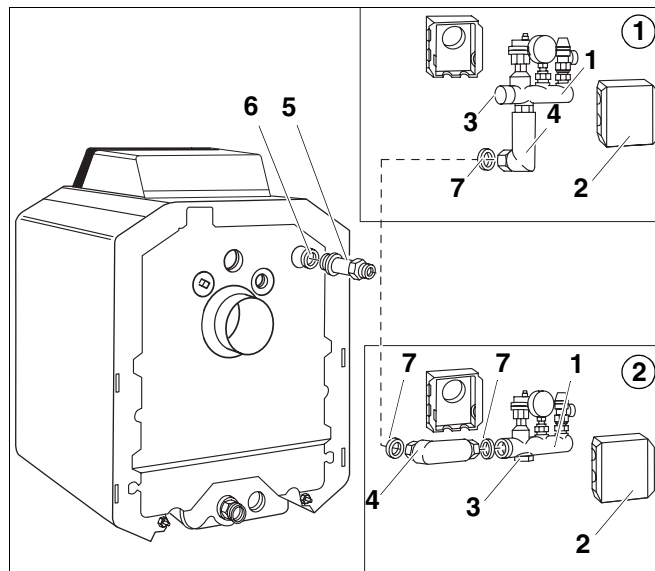

Abb. 1 Kessel-Sicherheits-Set am Heizkessel G125
1. Nach oben, seitlich vom Heizkessel (Anbaubeispiel ①; Abb. 1).
2. Seitlich vom Heizkessel (Anbaubeispiel ②; Abb. 1).
3. Nach oben, hinter dem Heizkessel (wie Anbaubeispiel 1, jedoch Armaturenbalcken (Abb. 1, **Pos. 1**) um 180° gedreht; ohne Abb.).
- Doppelnippel G1 x G1 (Abb. 1, **Pos. 5**) mit eingelegetem O-Ring in den Sicherheitsvorlauf des Heizkessels eindrehen.
- Kappe (Abb. 1, Pos. 3) je nach Anbauwunsch des Kessel-Sicherheits-Sets auf den unteren oder den seitlichen Abgang des Armaturenbalckens aufschrauben.
- Dichtung in die Verschraubung des Winkels (Abb. 1, **Pos. 4**) einlegen und den Winkel mit dem Armaturenbalcken verschrauben.
- Wärmedämmschalen (Abb. 1, **Pos. 2**) entsprechend der Anschlüsse ausschneiden z. B. beim Austritt des Sicherheitsventils. Wärmedämmschalen oben ineinander einhängen und dann unten zusammen drücken.